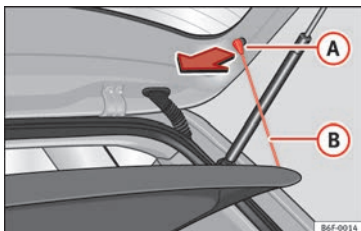

Abb. 163 Im Gepäckraum: Gepäckraumabdeckung aus- und einbauen.
- Hängen Sie die Haltebänder »» **Abb. 163** (B) aus den Aufnahmen (A) aus.
- Hängen Sie die Haltebänder »» **Abb. 163** (B) an der Heckklappe ein.